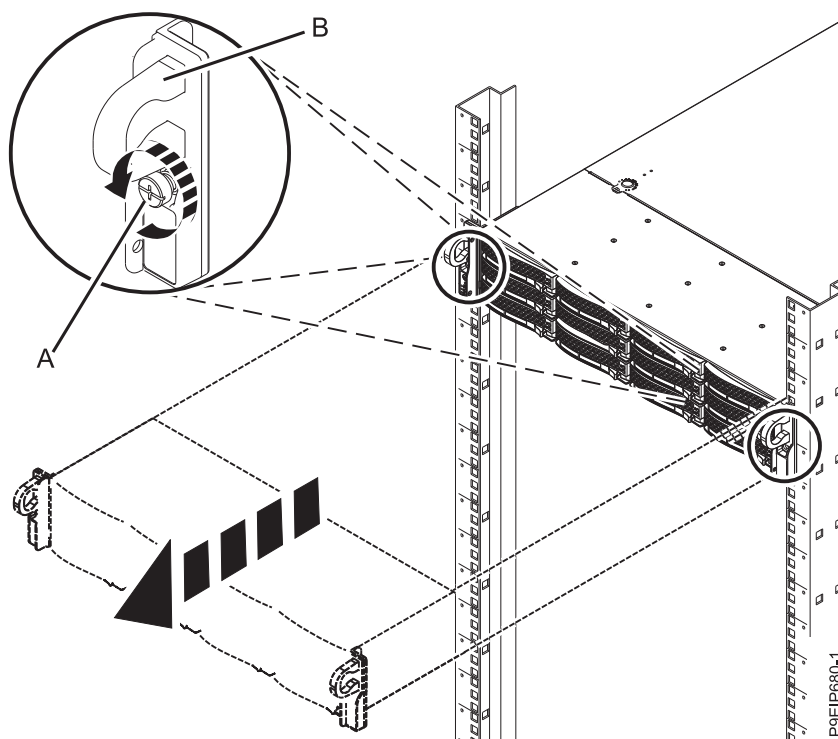

Figure 108. Retrait des vis avant et retrait du système de l'armoire
1. Serrez les vis avant (A) qui servent à fixer le système à l'armoire des deux côtés du système, comme indiqué dans la figure 108.